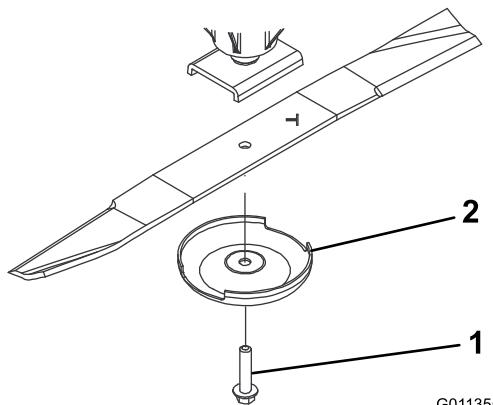

Bild 102
3. Entfernen Sie die Messerschraube, die Antiskalpiercuppe und das Messer von der Spindelwelle (Bild 102).